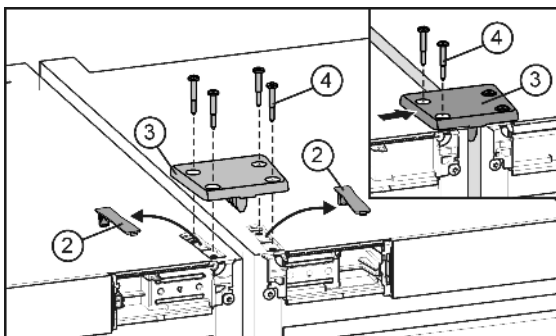

Fig. 5
- ▶ Pattintsa ki és vegye le a fedeleket Fig. 5 (2).
- ▶ Helyezze fel az összekötő lapot Fig. 5 (3) és az egyik készüléken rögzítse két csavarral Fig. 5 (4).